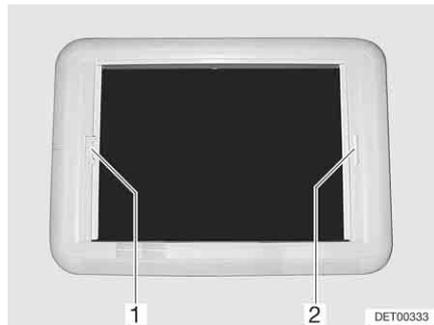

Fig. 77 Lanterneau Heki, verrouillage du store
- Tirer sur la poignée (Fig. 77,2) du store occultant jusqu'à toucher la poignée de la moustiquaire (Fig. 77,1) située vis-à-vis et la laisser s'enclencher.
- Avec l'autre main, tenir la poignée de la barre de déverrouillage de la moustiquaire (Fig. 77,1) dans la direction de la poignée. Le dispositif de verrouillage sera alors débloqué.
- Tirer sur la poignée (Fig. 77,1) de la moustiquaire jusqu'à toucher la poignée du store occultant (Fig. 77,2) située vis-à-vis et la faire s'enclencher.
- Tenir la moustiquaire (Fig. 77,1) par la poignée et pousser la barre de déverrouillage en direction de la poignée. Le dispositif de verrouillage sera alors débloqué.